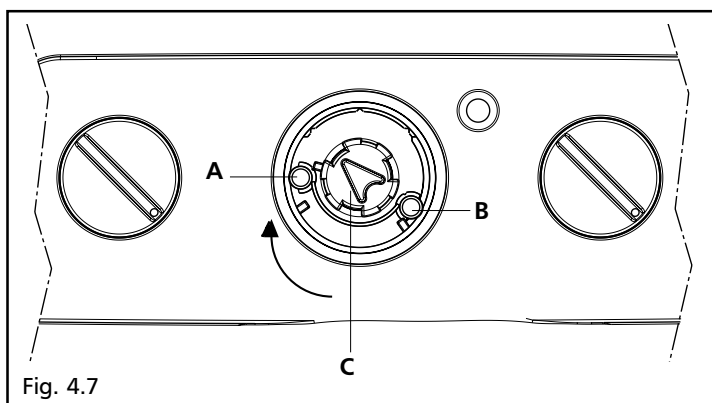

Fig. 4.7
Assicurarsi che il potenziometro P5 sia regolato al massimo, questo può essere verificato agendo con un piccolo cacciavite a taglio ruotandolo in senso antiorario attraverso il foro (B) (fig. 4.7)
- portare la manopola (C) in posizione "spazzacamino": questa posizione si ottiene ruotando in senso orario la manopola fino a giungere a fine corsa (fig. 4.7)